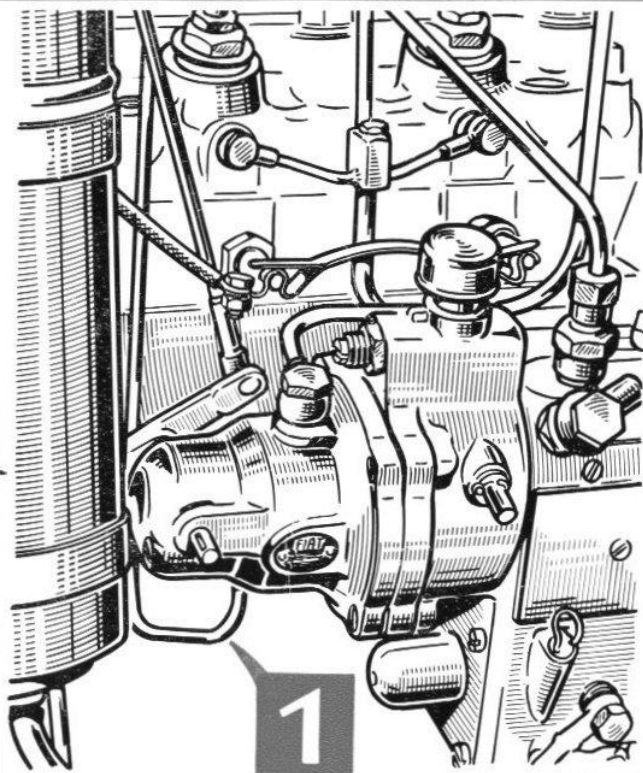

FIG. 30
- Pousser vers le haut le levier (1 fig. 30) de demi-compression ;
- Ramener le tirant (1 fig. 30) de demi-compression vers le bas ;